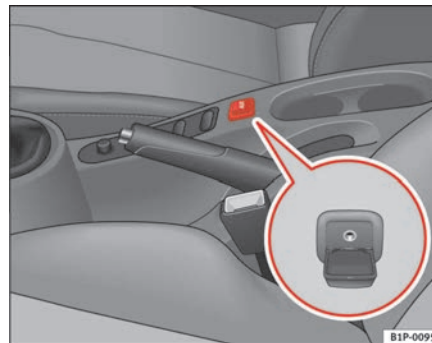

Abb. 102 Anschluss für
- Heben Sie den AUX-Deckel an ⇒ Abb. 102.